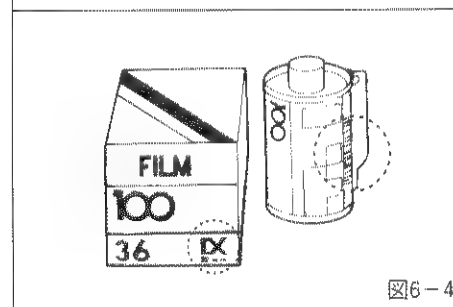

図6-4
- ★必ずDXコード付きフィルムを使用してください。(図6-4)